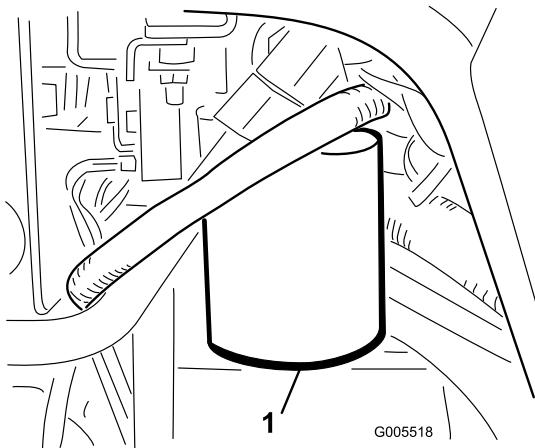

Figure 59
1. Nettoyez la surface autour de la surface de montage du filtre (Figure 59). Placez un bac de vidange sous le filtre et enlevez le filtre.